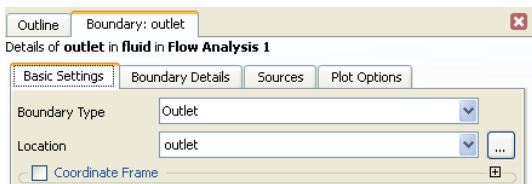

图 24-14 出口端设置
1) 在工具栏上单击 Boundary 按钮, 然后选择 in Fluid, 在弹出的细节窗口中设置 Boundary Type 为 Outlet, 并修改 Location 为 outlet, 如图 24-14 所示。